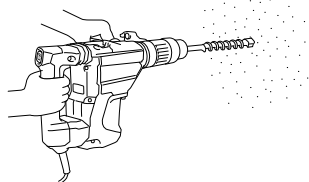

Fig. 10
1. Taladrar orificios (Fig. 10)